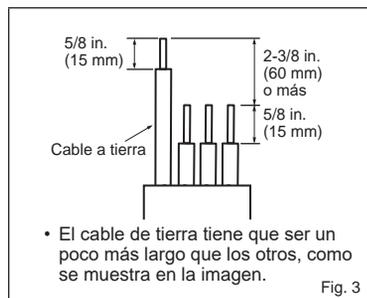

Fig. 3
- 6) Procese el extremo del cable de tierra (Fig. 3). Conéctelo al terminal de tierra de la caja de piezas eléctricas.
- 7) Procese el extremo del cable de conexión de la unidad interior/exterior (A) (Fig. 3). Conéctelo al panel de terminales. Procure no equivocarse al hacer las conexiones. Fije con firmeza el cable al panel de terminales de modo que no quede a la vista ninguna de sus piezas internas y que ninguna fuerza externa afecte a la sección de conexión del panel de terminales.
- 4) Ponga la tapa de drenaje en la sección de la parte posterior de la unidad interior a la que vaya a conectarse la manguera de drenaje. (Fig. 3)
- Si la manguera de drenaje suministrada con la unidad interior es demasiado corta, conéctela con una manguera de drenaje (I) no suministrada por el proveedor. (Fig. 3)
- 2) Elimina las rebabas de la sección de corte de la tubería, asegurándose de tomar precauciones para evitar la entrada de recortes metálicos en la tubería. (Fig. 3)